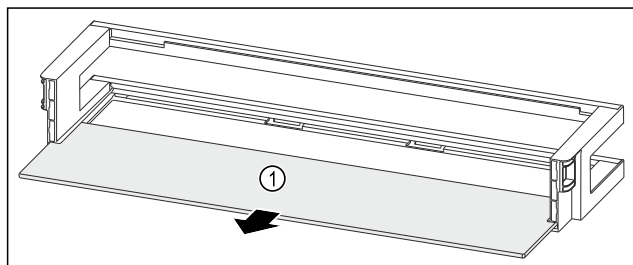

Fig. 183 Rafti i derës me raft mbajtës
- Hiqni raftin mbajtës Fig. 183 (1).